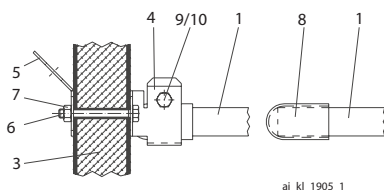
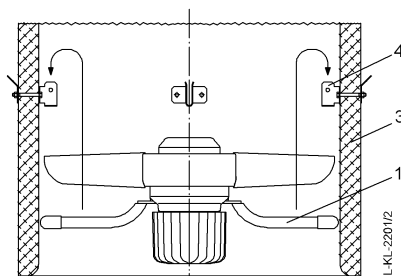

Abbildung 2
Abbildung 3
Haltewinkel (4) und der Haltebügel (5) **Abbildung 2** mit Schrauben (6) nur soweit anziehen, dass Haltewinkel und Haltebügel sich nicht in die Kaminwandung (3) ein-graben.
Zur Schraubensicherung werden selbstsichernde Muttern (7) verwendet. Die beiliegen-den Schutzkappen (8) sind auf die Enden der Ventilator-Tragarme (1) zu schieben, **Abbildung 2**.
Ventilator (1) nach **Abbildung 3** in den Kamin einführen und in den Haltewinkeln (4) zentrieren. Zusätzlich ist die Halterung nach **Abbildung 2** durch Verschraubung (9/10) zu sichern.